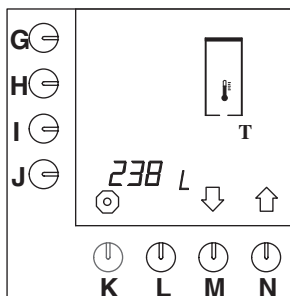

Fig. 49 Totalräkneverk varmvattensystem
- Tryck på valtangenten (N.) ↑ tills fig. 49 visas på displayen.